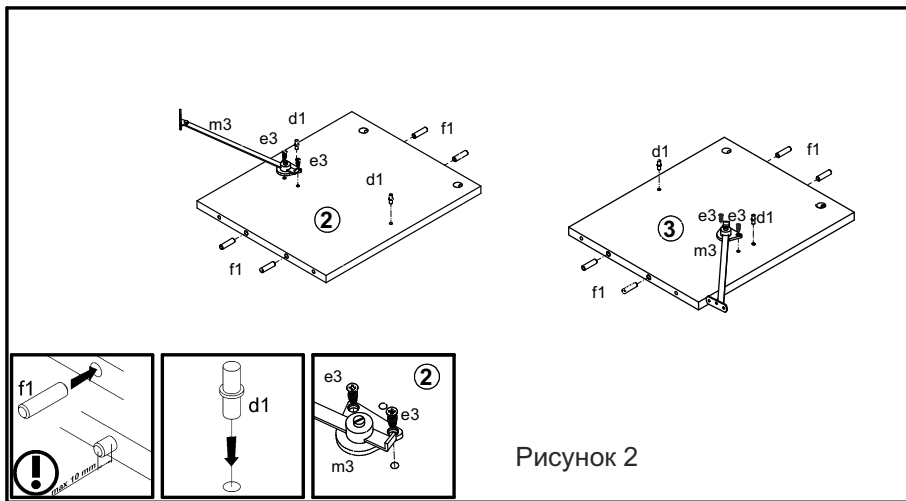

Рисунок 2
2. В отверстия $\varnothing 8$ мм на верхних и нижних краях стенок боковых **2, 3**, вбить деревянные шканты **f1** (см. рис. 2).
4. В отверстие $\varnothing 5$ мм на внутренних поверхностях стенок **2, 3** еврошурупами **e3** закрепить кронштейны бара **m3** (см. рис. 2).
7. В отверстия $\varnothing 5$ мм на внутренних поверхностях стенок боковых **2, 3** вбить полкодержатели **d1** (см. рис. 2).